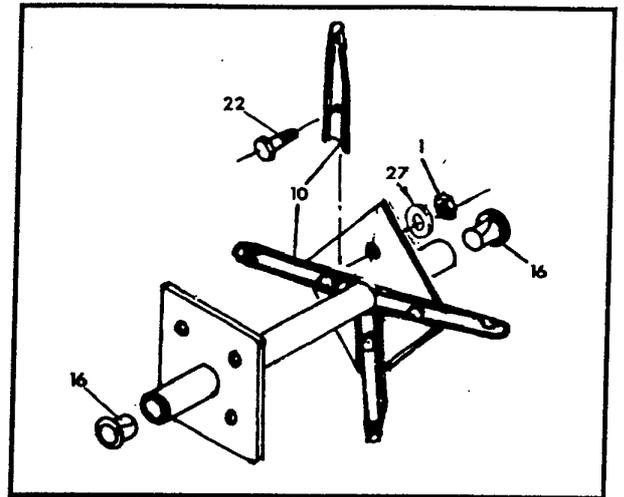

Fig. 3
(Voir Fig. 3) (Tube central (14) illustré)
- Assembler les dents (10) et les fixer à chaque plaque soudée (13 & 14) en utilisant des vis $5/16'' \times 3/4''$ (22) et des rondelles (1).
- Insérer la bague $3/4''$ (16) à chaque extrémité des tubes.
IMPORTANT: S'assurer qu'entre chaque morceau de tube se trouve une bague. (Voir Fig. 3).